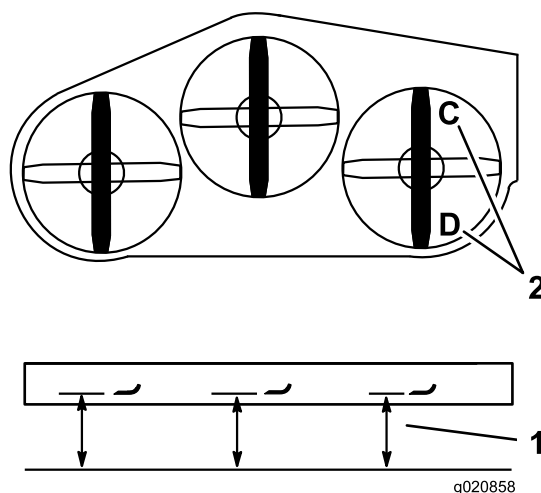

Figura 83
Nota: La cuchilla del cortacésped debe estar entre 6 y 10 mm más baja en la posición **C** que en la posición **D** (Figura 83). Si no es correcta la distancia, continúe con los pasos siguientes.
1. Coloque la cuchilla derecha en posición longitudinal (Figura 83).
2. Mida la cuchilla derecha en la posición **C** desde una superficie nivelada hasta el filo de corte de la punta de la cuchilla, y anote esta medida (Figura 83).
3. Mida la cuchilla derecha en la posición **D** desde una superficie nivelada hasta el filo de corte de la punta de la cuchilla, y anote esta medida (Figura 83).
- Coloque la cuchilla derecha en posición longitudinal (Figura 83).